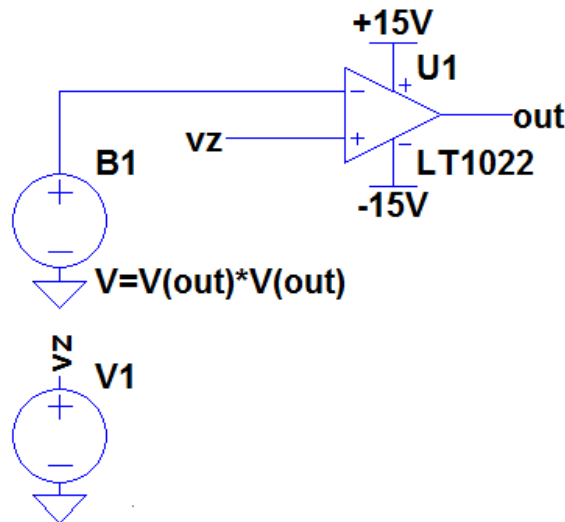

Fig. 1.5 - Circuito analógico para cálculo de Raiz Quadrada
b) Utilizando o circuito da Fig. 1.5 calcule com 4 casas decimais as seguintes raízes quadradas utilizando o multiplicador analógico e uma calculadora:  $\sqrt{132}$ ,  $\sqrt{81}$ ,  $\sqrt{256}$ ,  $\sqrt{23}$ ,  $\sqrt{47}$  e  $\sqrt{120}$ . Edite uma tabela para descrever os resultados obtidos contendo uma coluna sobre o erro percentual.